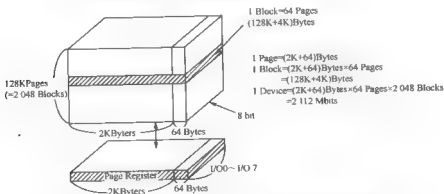

图 12-1 NAND FLASH (K9F2G08U0B) 内部存储器组织结构
NAND FLASH (K9F2G08U0B) 内部存储器组织结构如图 12-1 所示。
- 每页大小为：2 K+64 字节，2 K 字节用来存储数据，64 字节主要用于存储控制信息，如图 12-1 所示。每一页的末尾都有 64 字节的额外空间，主要是为了便于管理每一页。
结合图 12-1 可以很容易地理解地址序列的含义。